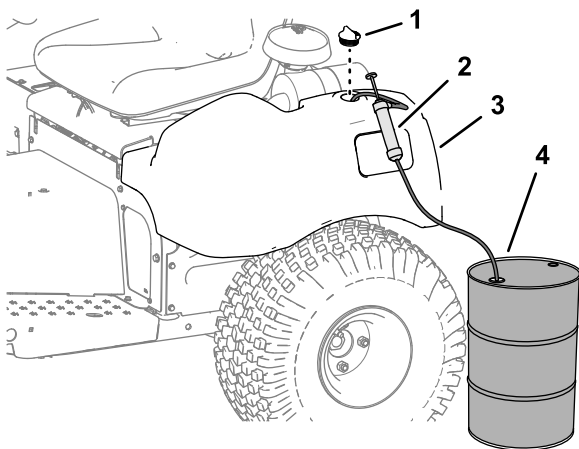

Figura 47
1. Retire el tapón del depósito hidráulico (Figura 47).
2. Bombee el fluido hidráulico del depósito hidráulico (Figura 47).